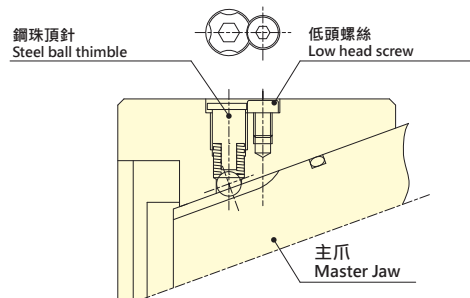

Fig.17
- 當安裝軟爪時，必須依照工件形狀加工成型。當夾持工件時，從行程末端開始測量，軟爪行程必須是剩下的軟爪行程的1/4。因此，當軟爪夾持工件的外徑(ØD)的話，內部的行程必須剩下1/4 (參考Fig.17)。軟爪成型時，迴轉缸的壓力必須與工件實際上被切割時相同。